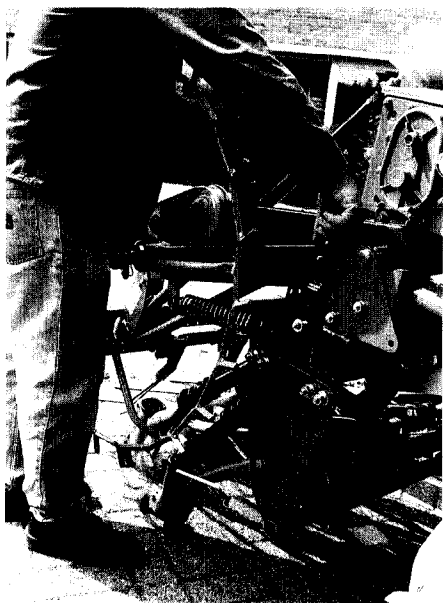

Fig. 55
2. Hold fast ved trækhjulsdrevet, træk i handtaget (Fig.55/1) og sænk trækhjulet i arbejdsstilling.
Før der **køres på offentlig vej** skal de sørge for: At hæve trækhjulsdrevet og låse det fast med handtaget (Fig.55/1).